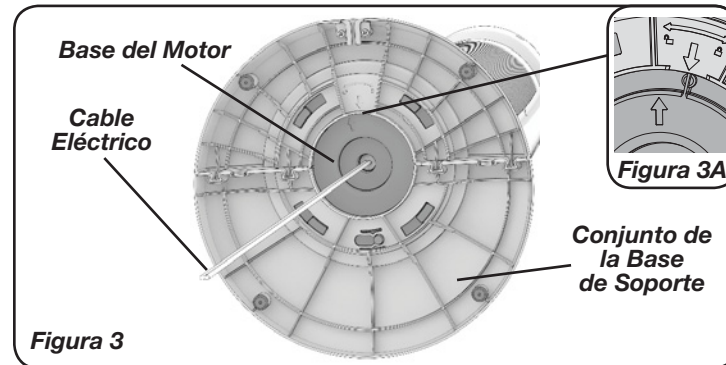

Figura 3
4. Para fijar la *Montura de la Base* de apoyo a la *Base del Motor*, sostenga la base del motor en su lugar mientras gira la *Montura de la Base* de apoyo en el sentido de las agujas del reloj (hacia el símbolo de bloqueado) hasta que deje de girar y encaje en su lugar. (Figura 3 y Figura 3A).